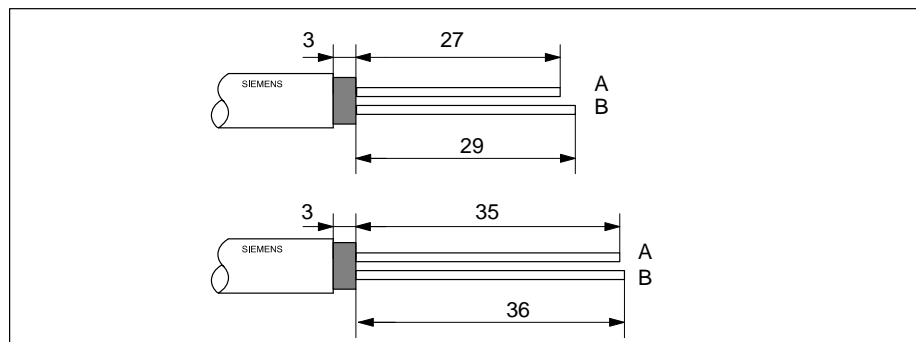

Figura 3-11 Lunghezza delle spelature per il collegamento alla spina di collegamento al bus (6ES7 972-0BA30 ...)
1. Spelare il cavo di bus come indicato nella figura 3-11.